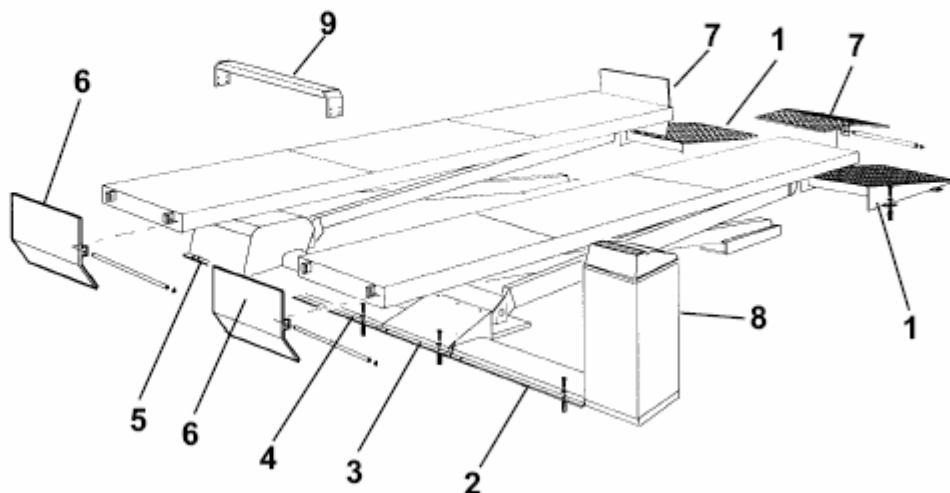

Рис. 34
К Рис. 34. Установите въездные рампы (1) и, используя отверстия в скобах в качестве шаблона, просверлите 12-мм отверстие на глубину 80 мм. Вставьте соответствующие болты и крепко затяните их.
**К Рис. 34** – Установка противооткатных устройств (7-6).